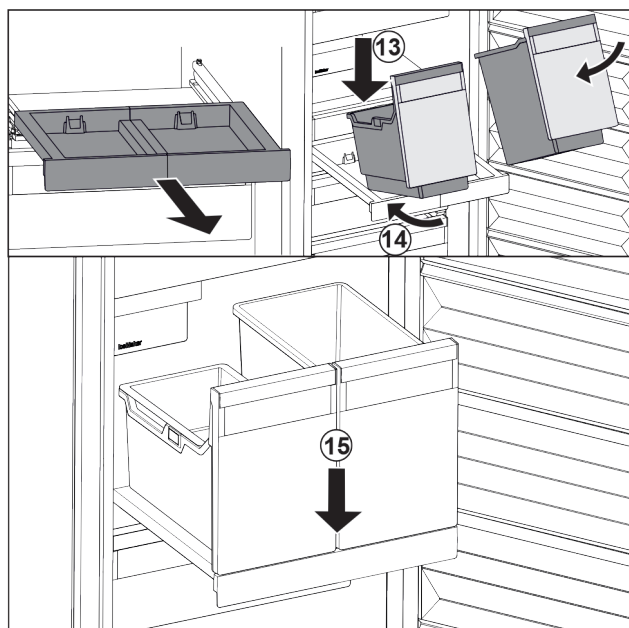

Fig. 35
- ▶ Placer les bacs sur le compartiment coulissant en les inclinant. *Fig. 35 (13)*
- ▶ Pousser les bacs jusqu'au fond en les inclinant. *Fig. 35 (14)*
- ▶ Déposer les bacs par l'avant. *Fig. 35 (15)*